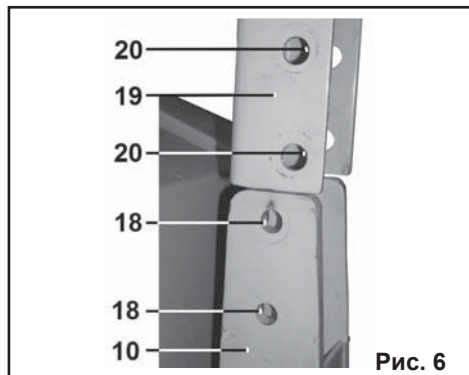

Рис. 6
8. Установите в совмещенные отверстия детали крепления (14-17), демонтированные с кронштейна (13) с отверстиями (20) кронштейна рукоятки управления (19) (Рис. 6).
7.1.2. Совместите отверстия (18) кронштейна (13) с отверстиями (20) кронштейна рукоятки управления (19) (Рис. 6).